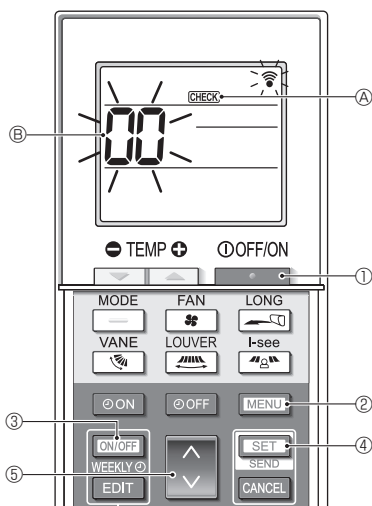

Fig. 7-6
■ Αυτοδιαγνωστικός έλεγχος (Fig. 7-6)
1. Πατήστε το κουμπί ① για να σταματήσετε το κλιματιστικό.
- Αν ο εβδομαδιαίος χρονοδιακόπτης είναι ενεργοποιημένος (το WEEKLY είναι ενεργοποιημένο), πατήστε το κουμπί ③ για να τον απενεργοποιήσετε (το WEEKLY είναι απενεργοποιημένο).
2. Πατήστε το κουμπί ② για 5 δευτερόλεπτα.
3. Πατήστε το κουμπί ⑤ για να επιλέξετε τη διεύθυνση ψυκτικού (διεύθυνση M-NET) ⑥ της εσωτερικής μονάδας για την οποία θέλετε να εκτελέσετε τον αυτοδιαγνωστικό έλεγχο.
4. Πατήστε το κουμπί ④.
5. Πατήστε το κουμπί ①.
- Το CHECK ④ και η διεύθυνση ψυκτικού (διεύθυνση M-NET) ⑥ απενεργοποιούνται και ο αυτοδιαγνωστικός έλεγχος ολοκληρώνεται.